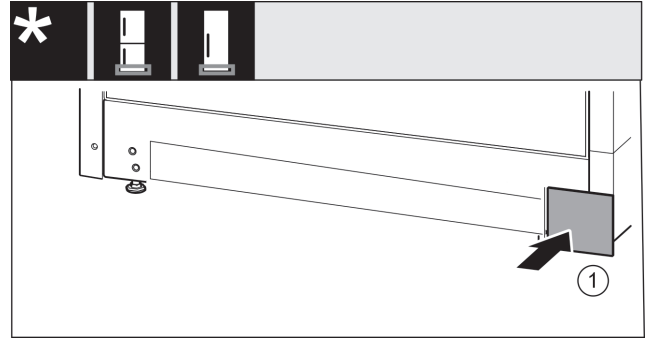

Fig. 20
- ▶ Riapplicare la copertura Fig. 20 (1) sull'altro lato.